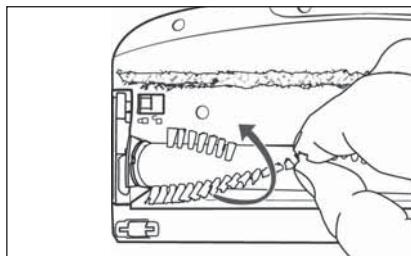

Fig. 30
- 3) Sfilare il rullo a spazzola ②1 tirandolo dalle setole fuori dalla spazzola per pavimenti ②2. Ruotare leggermente il rullo a spazzola ②1 per poterlo togliere più facilmente (vedere fig. 30).